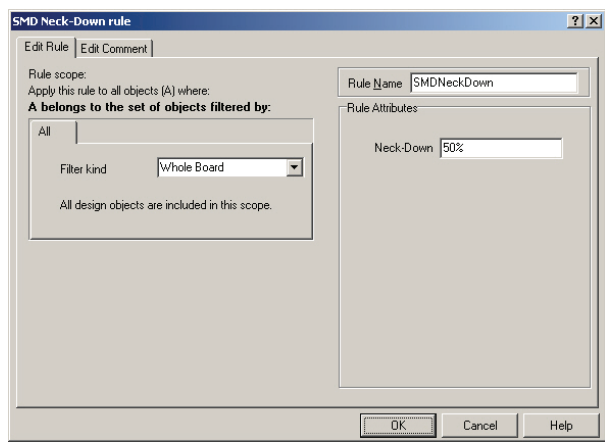

图 6-69 “SMD Neck-Down rule” 对话框
7) SMD Neck-Down Constraint: 该选项定义 SMD 的瓶颈限制。即 SMD 的焊盘宽度与引出导线宽度的百分比。双击该选项后，系统将会弹出如图 6-69 所示的“SMD Neck-Down rule (SMD 的瓶颈限制)”对话框。